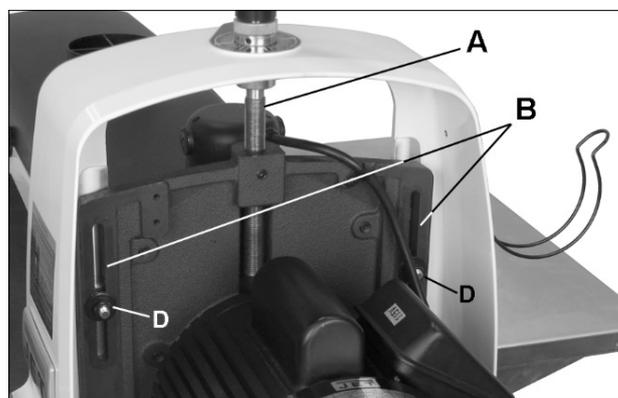

Рис. 10-1
- По мере необходимости смазывайте подъемный ходовой винт (А, Рис. 10-1).
- Поддерживайте чистоту в зоне направляющих (В, Рис.10-1).
Если механизм подъема барабана не работает легко и плавно, либо если имеется излишнее вертикальное перемещение или отклонение консоли барабана, затяните 4 контргайки (D, рис. 10-1) и затем ослабьте их на 1/8-1/4 оборота. Если контргайки слишком ослаблены, может возникнуть излишнее отклонение внешнего края консоли барабана.